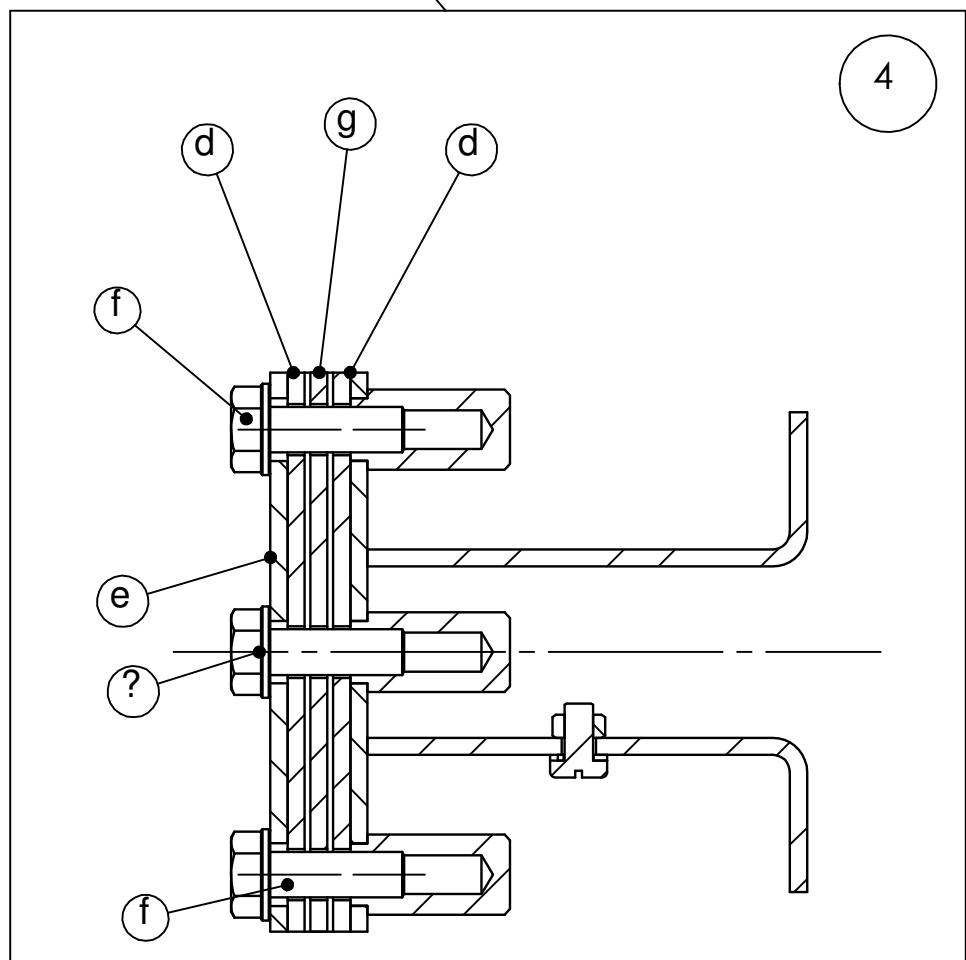

Рис.04
- 4.- Place the anchor in the external part of the pool panel (g) and fix it on the inside, placing the sealing gasket (d) and the flange (e) with screws (f). (Fig.04).
- 4.- Posicionar el anclaje en parte exterior del panel (g) de la piscina, y fijar por la parte interior, colocando las juntas de estanqueidad (d) y brida (e), mediante los tornillos (f). (Fig.04).
- 4.- Positionner l'ancrage à l'extérieur du panneau (g) de piscine, et fixer à l'intérieur, en plaçant les joints (d) et la bride (e), à l'aide des vis (f). (Fig.04).
- 4.- Die Verankerung auf der Außenseite der Schwimmbadplatte (g) positionieren und sie auf der Innerseite befestigen, indem die Fugendichtung (d) und Flansch (e) mit den Schrauben (f) verbindungen. (Fig.04).